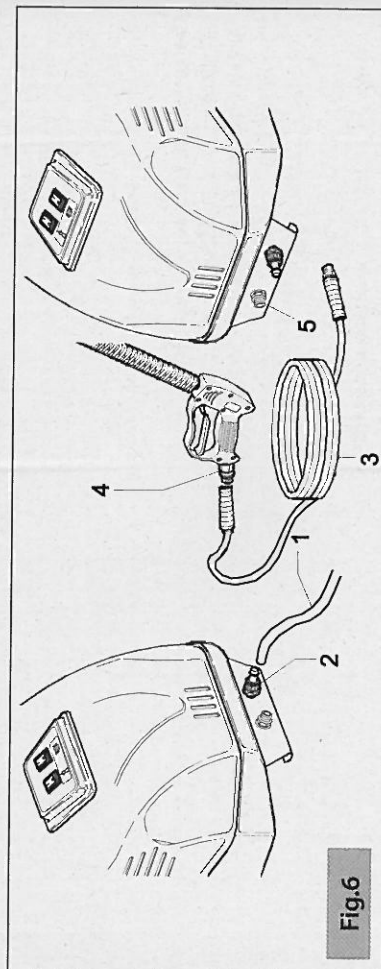

Fig.6
- Collegare il tubo di alimentazione dell'acqua pos.1 al raccordo di entrata pos.2.Vedi fig.6.
- Collegare il tubo alta pressione pos.3 fig.6 alla pistola